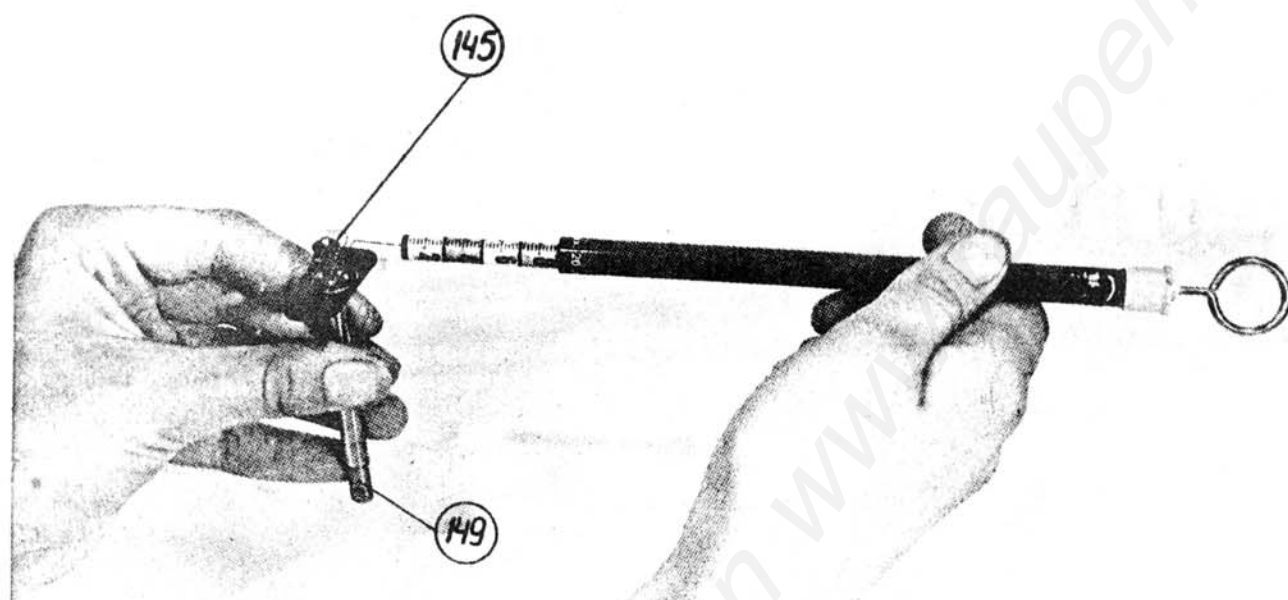

Bild. 37
10. Im Bild 37 wurde Bremshebelkraftmessung in TA- Einsteller /149/3 gezeigt.